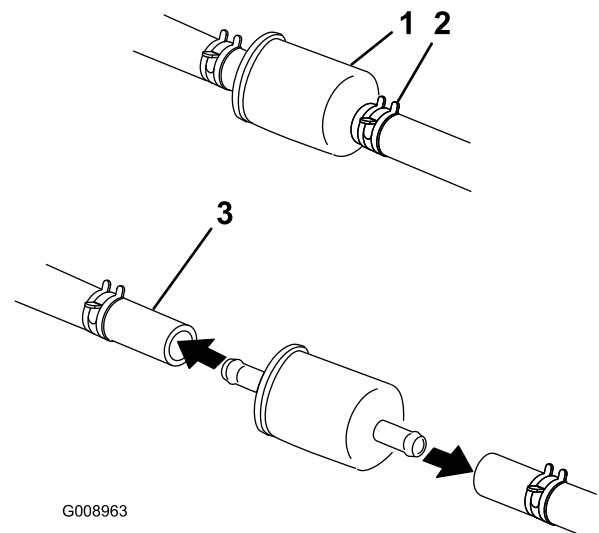

Figura 45
5. Cierre la válvula de cierre de combustible, situada detrás del asiento (Figura 45).
6. Apriete los extremos de las abrazaderas y deslícelas por el tubo alejándolas del filtro (Figura 45).
8. Instale un filtro nuevo y acerque las abrazaderas al filtro (Figura 45).